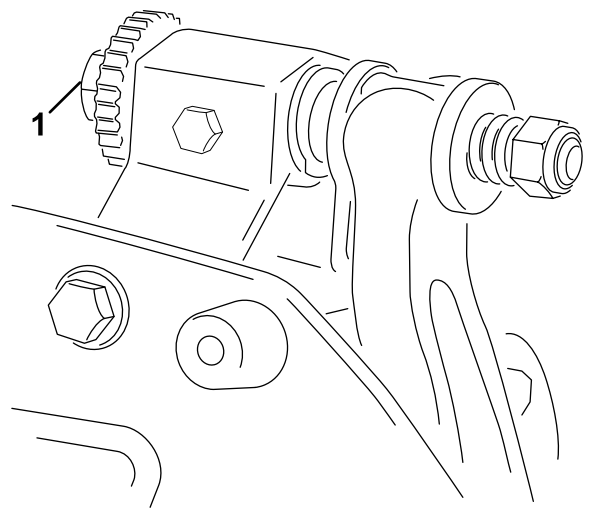

图 6
- A. 顺时针旋转底刀架调节螺丝图 6 一次调整一格直到感觉到听到轻微的接触。
6. 向右转动底刀架调节螺栓图 6 通过左右滑动薄垫片直至感到薄垫片上存在轻微的压力。取出薄垫片。